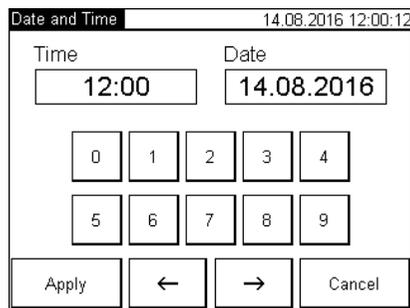

Рисунок 9.3
3) Перейти в окно "Date and Time", для чего в окне "Settings" нажать на строку "Date and Time", на экране появится окно "Date and Time" (рисунок 9.3).
4) Ввести время и дату, для чего нажать в поле "Time" (рисунок 9.3), а затем, нажимая кнопки с цифрами, ввести время, затем аналогично ввести дату в поле "Date".